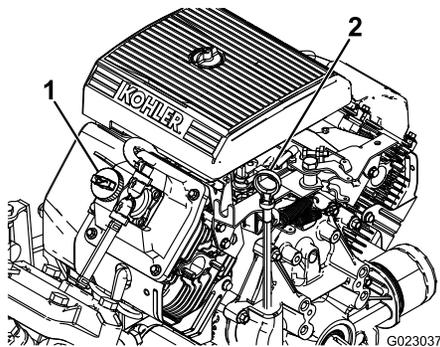

图 42
2. 取出量油尺用干净的抹布擦拭 图 42。将量油尺插入量油尺管道中并确保它完全插入。取出量油尺并检查油位。
3. 如果机油油位较低请从气门室盖 图 42 上拆下加油颈盖从开口处注入机油直至油位达到量油尺上的“已满”标记。在此过程中应缓慢添加机油并不时检查油位。切勿过量添加。
8. 慢慢从加油颈 图 42 注入规定油量的大约 80%。